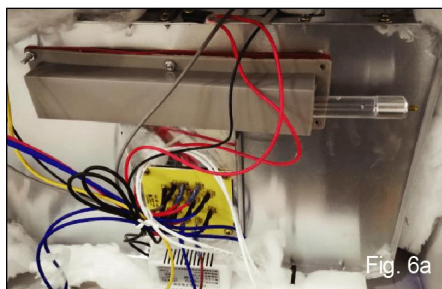

Fig. 6a
9. Ta bort den trasiga glödlampan. Sätt tillbaka en ny glödlampa i den lilla lådan, stäng locket och dra åt de två skruvarna på locket. Se bild 6a och 6b.